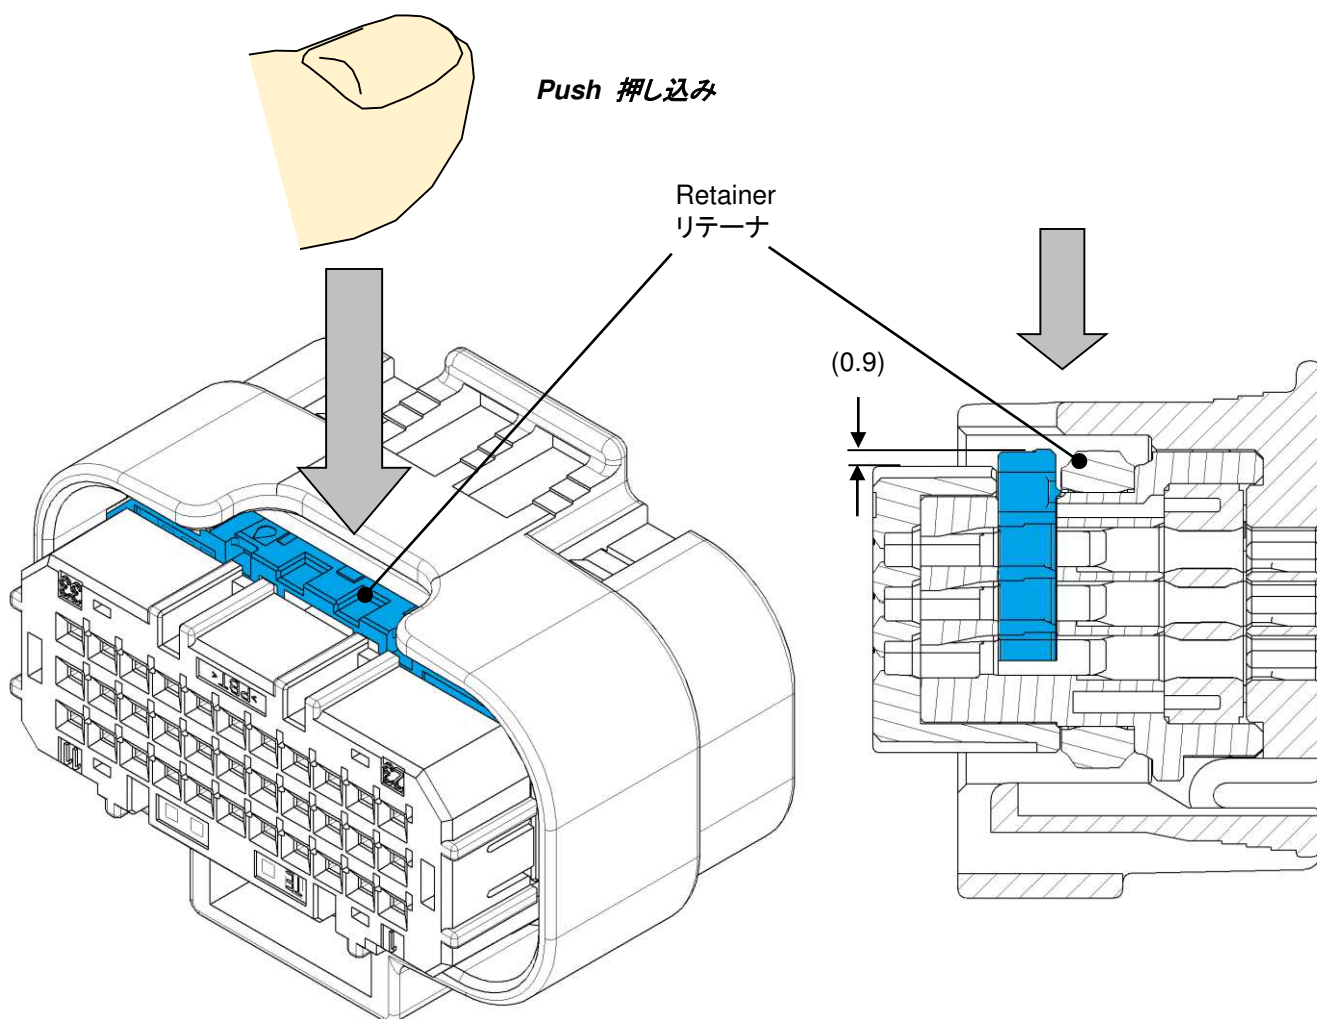

Fig.10
- (5) After all of contacts are inserted into the housing, push the center of retainer until audible sounds hearing to the housing. (see Fig.10)
全てのメス端子を挿入した後、図 10 のように指でリテーナの中央部を、「カチッ」と音がするまで押し込んで下さい。